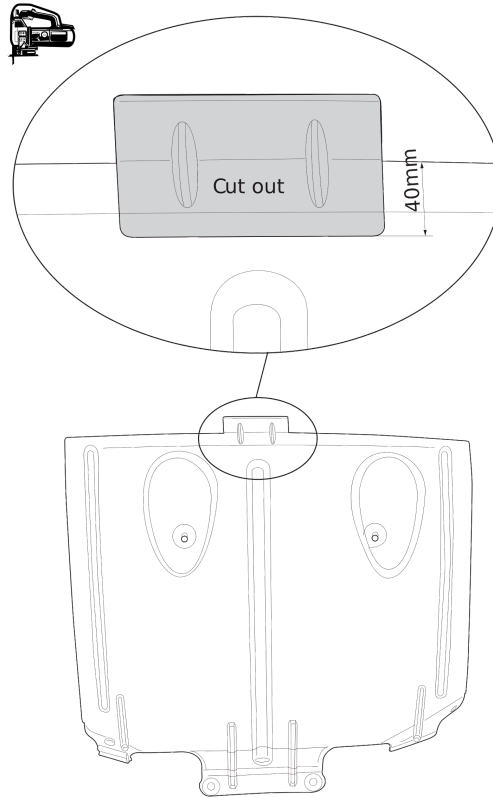

Fig. 5
9. Выпилить часть из закрывающей пластины, как указано на рис. 5.